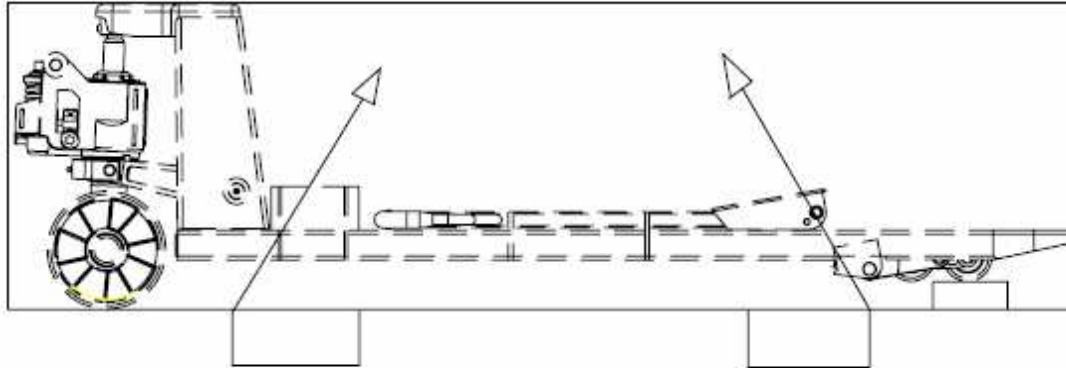

Abb. 9
- 10.1 Vor dem Heben und Transportieren des Wiegehubwagens müssen Deichsel und Bedienteilträger wie in Abbildung 9 gezeigt abmontiert und separat verpackt werden.